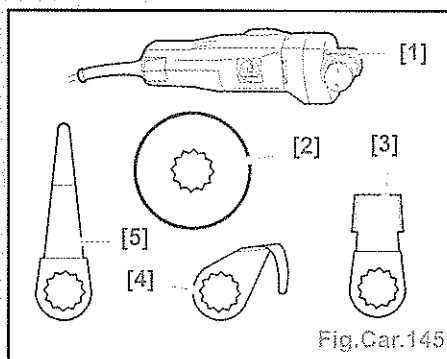

Fig.Car.145
- Ensemble de découpage (Fig.Car.145) :